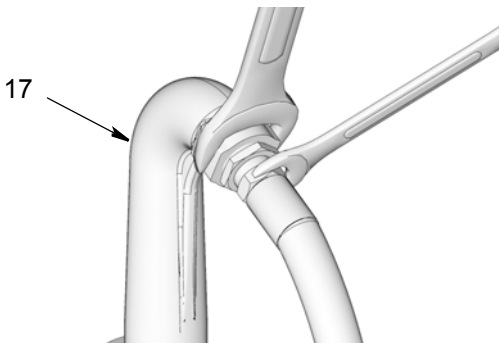

FIG. 35
5. Fije el extremo de la manguera en la salida (17) usando dos llaves sobre las caras planas, trabajando en sentidos opuestos, para apretar con seguridad la manguera en el accesorio de salida (FIG. 35).